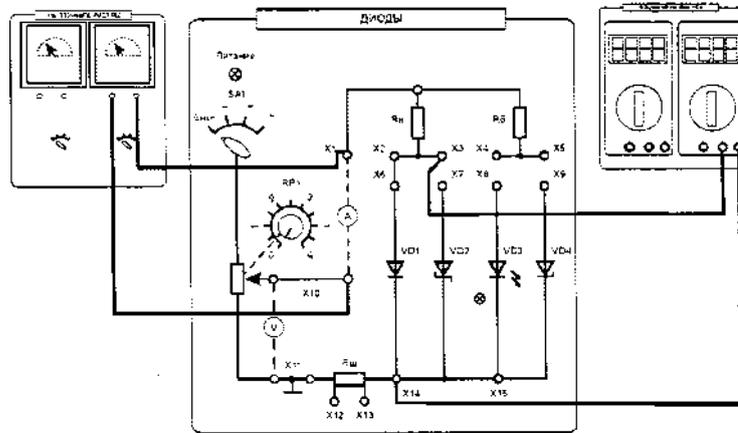

Рис. 2
3.1.1. Собрать схему для исследования выпрямительного диода VD1 на постоянном токе. Соединить перемычкой гнезда X2 и X6. Для измерения анодного тока между гнездами X1 и X10 включить миллиамперметр на пределе измерения 100 мА (x1000), для измерения анодного напряжения между гнездами X3 и X15 включить мультиметр в режиме измерения постоянного напряжения (рис. 2). Включить электропитание стенда и установить переключатель SA1 в позицию «+».
3.3.1. Собрать схему для исследования стабилитрона на постоянном токе (аналогично схеме по рис. 2). Выполнить пункт 3.1.2 для стабилитрона. Построить график зависимости выходного напряжения  $U_{cm}$  от тока  $I_{cm}$ . Результаты занести в табл. 6.